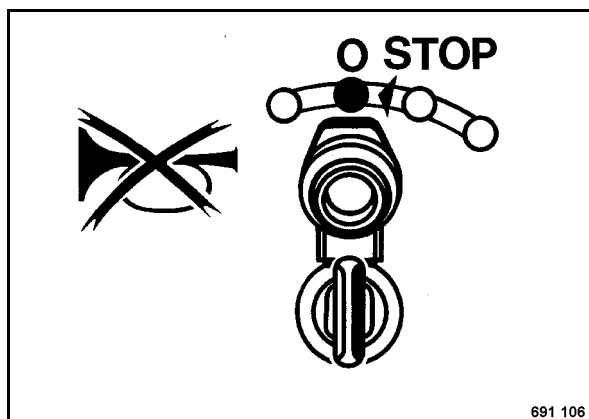

рис. 30
- Установить ключ зажигания (рис. 30) в положение "0" и вынуть его. Зуммер больше не звучит.